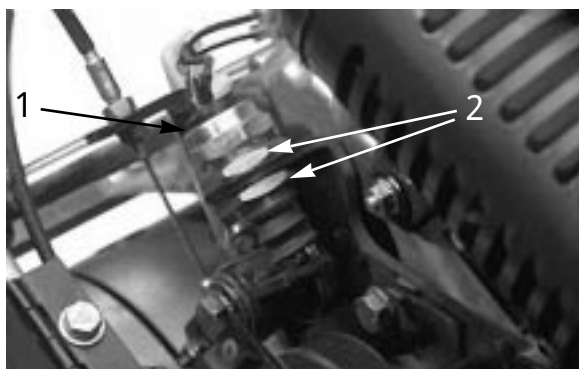

図 44
- スイッチ固定ナット（2個：図44）をゆるめ、スイッチ・プランジャが3～6 mm突き出る（スイッチ閉じる）ようにスイッチ位置を調整する。